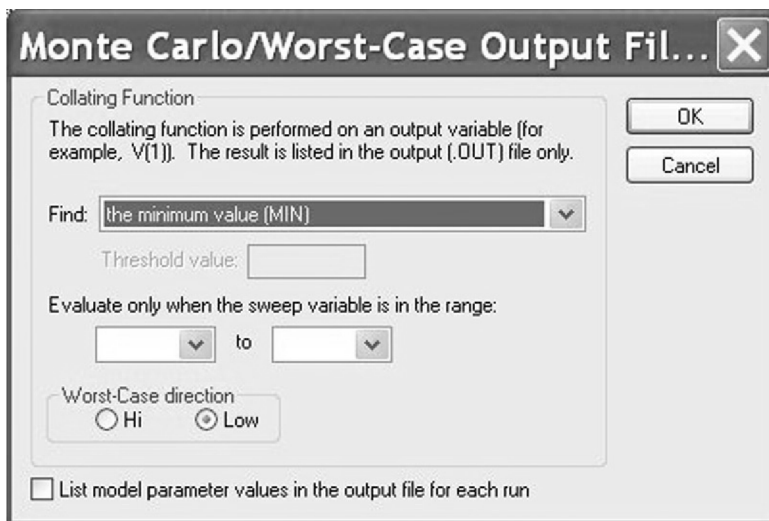

图 11.9 选择 MIN 测量函数
7. 如图 11.9 所示, 单击 **More Settings** 进行更多设置, 在 **Find** 对话框中选择 **minimum (MIN)** 为测量函数, 并且选择 **Low** 为 **Worst Case Direction** 最坏情况分析方向。然后单击 **OK** 按钮对仿真设置进行确定, 切记不要退出仿真设置。